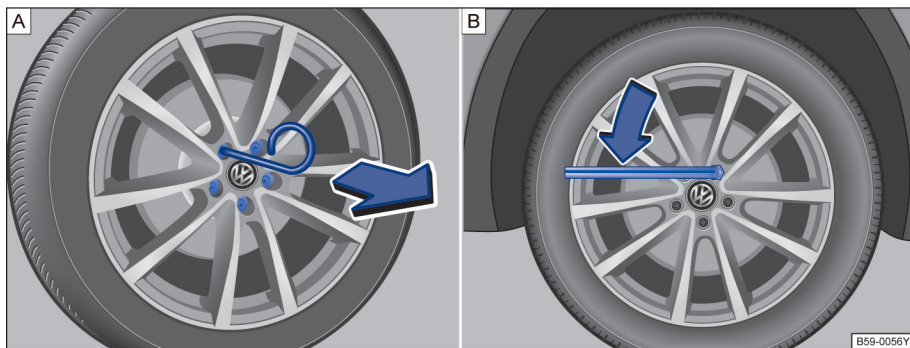

图 269 (A) 从车轮螺栓上拔下盖罩，(B) 更换车轮：松开车轮螺栓
- 将钢丝钩穿过开口插入盖罩内→ 图 269 (A)，然后沿箭头方向将其拔下。
- 将车轮扳手套到车轮螺栓上，然后推到位位置→ 图 269 (B)。